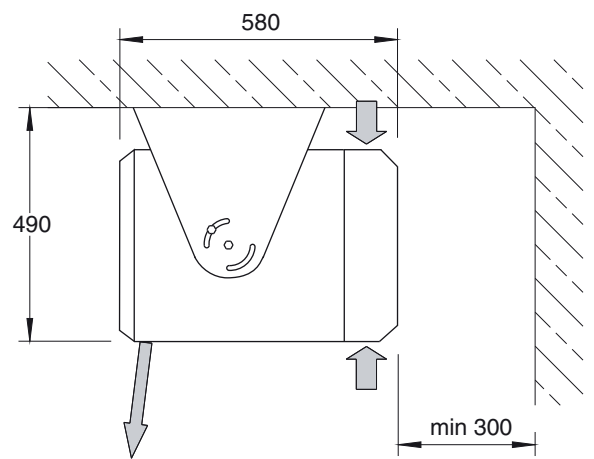

Fig. 3
- Соблюдайте минимальные расстояния (рис. 3) и следите за тем, чтобы аппарат не был установлен под/над электророзеткой.